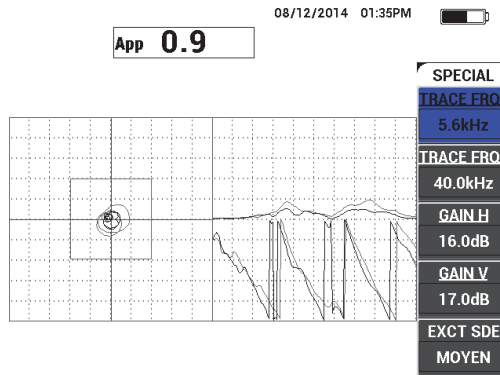

Figure 6-58 Signal de référence de l'écho de fond
3. Tenez la sonde immobile sur une zone sans défauts de la pièce, et puis maintenez la touche **REF SAVE** (REF) enfoncée pour enregistrer le signal de référence de l'écho de fond (voir la Figure 6-58 à la page 179).